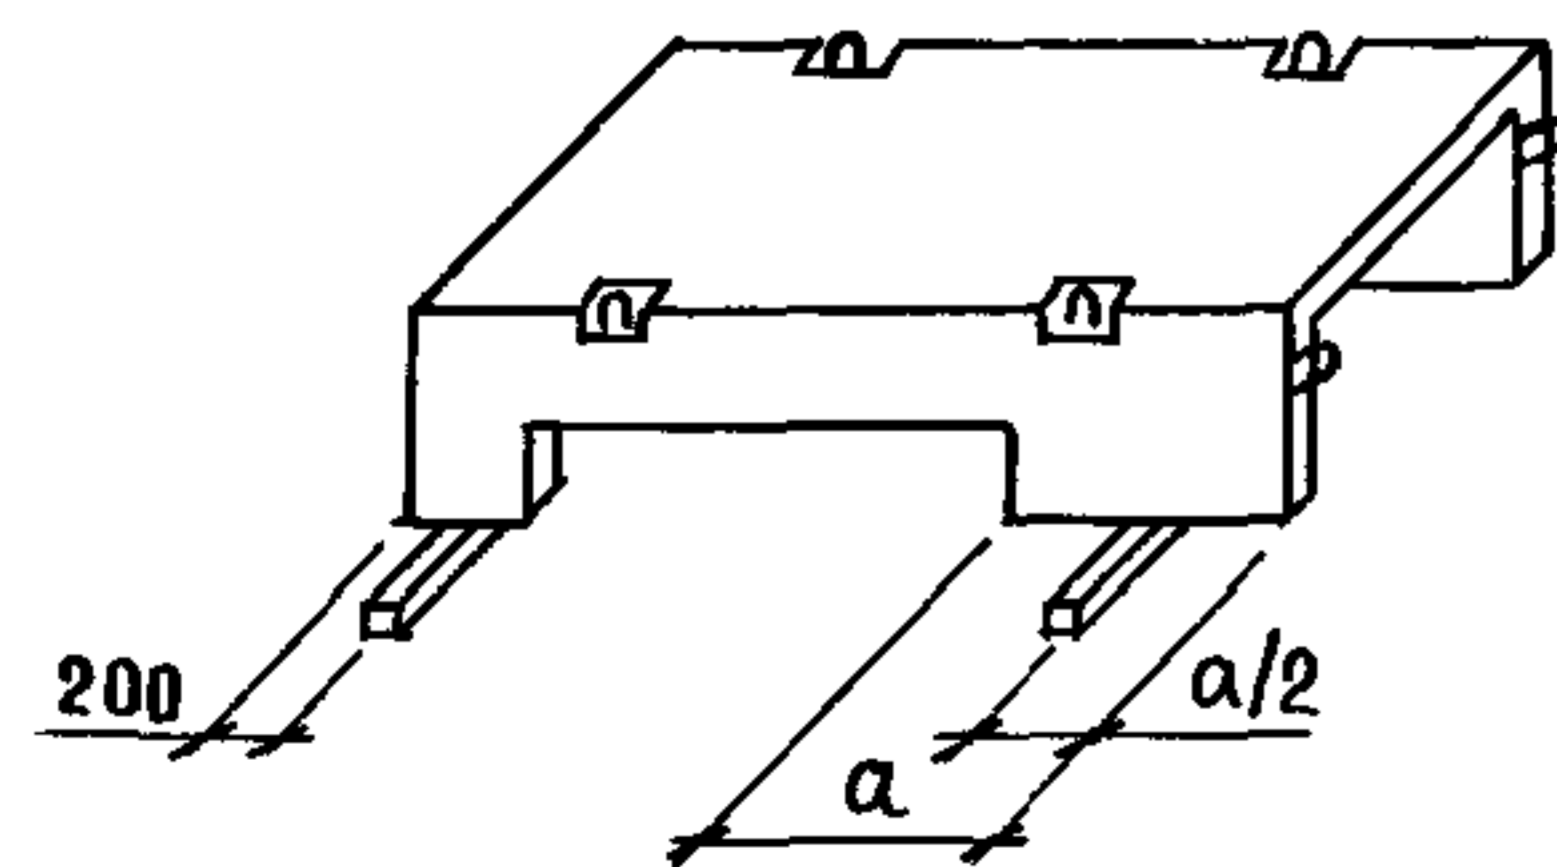
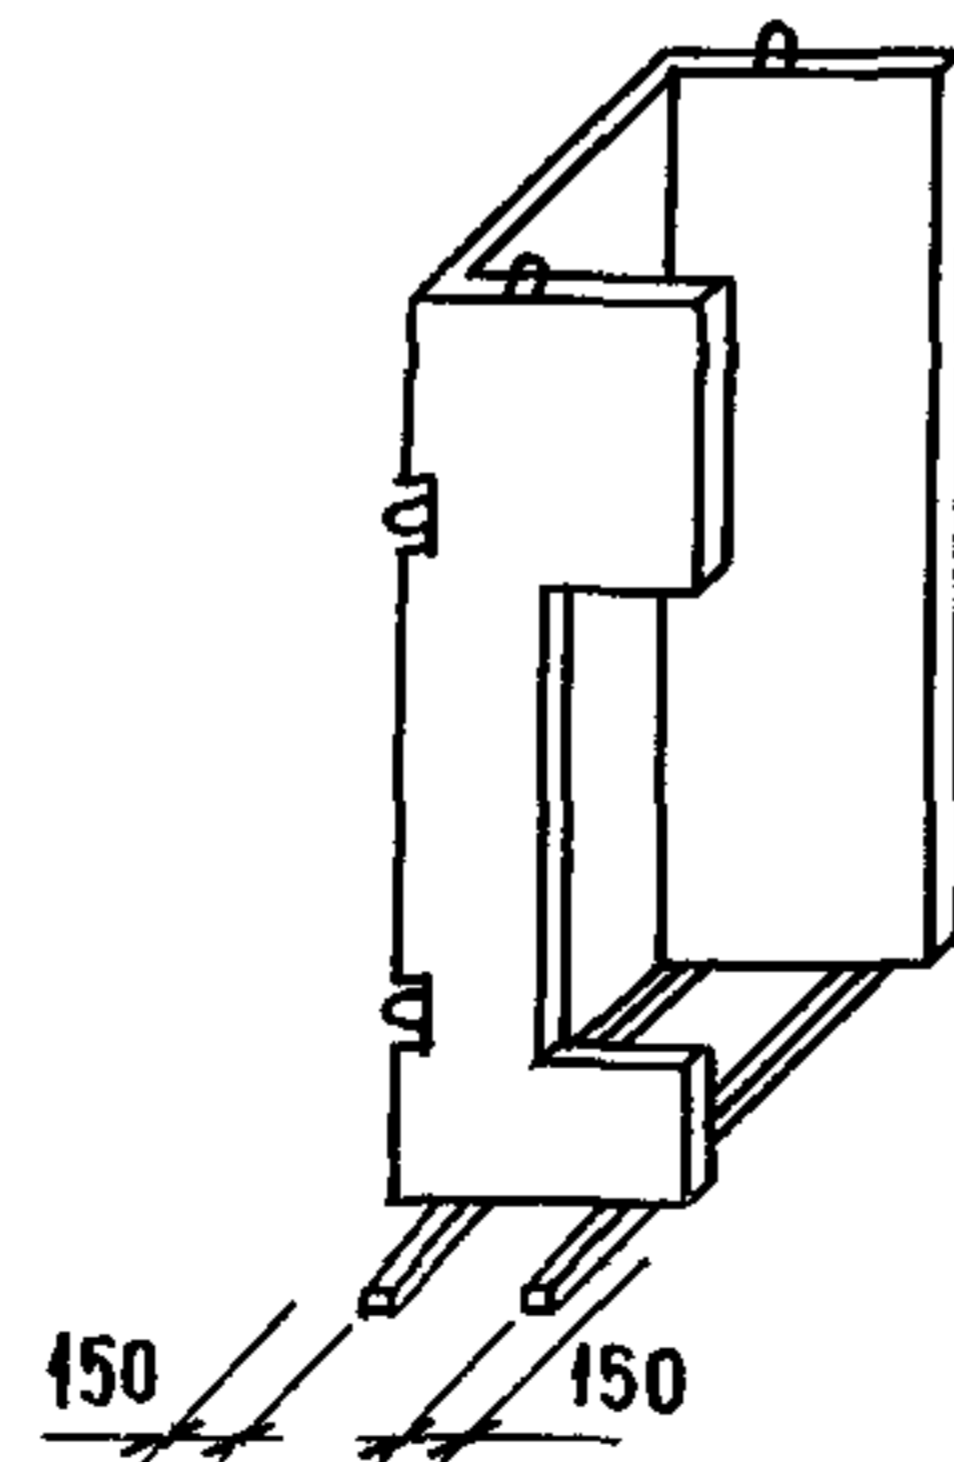

Рис. 3
Рис. 4
6.1. Блоки шахт лифтов могут храниться на складе как в горизонтальном (рис.3), так и в рабочем (вертикальном) положении (рис.4)